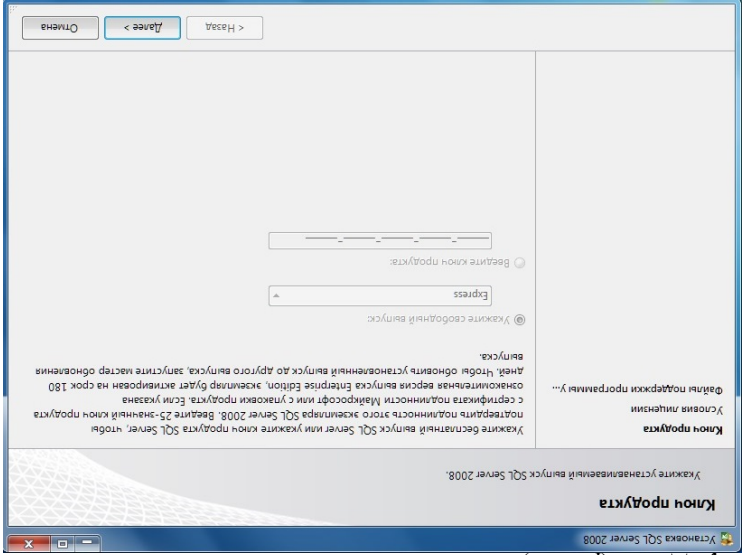

рис. 28
2.6 Ввести приобретенный ключ продукта (для бесплатной версии не требуется) и нажать кнопку «Далее» (рис. 28):